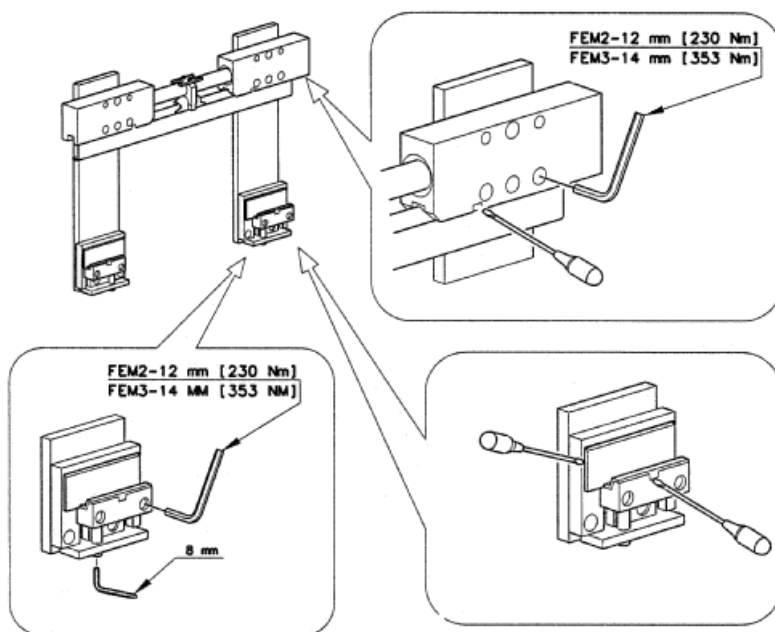

Fig.03
2.3 La pinza è consegnata appoggiata su pallet (vale a dire in posizione di aggancio); si deve portare il carrello a contatto con la pinza, a piastra tutta abbassata, avendo cura di centrare la pinza; sollevare lentamente la piastra del carrello e inserire il dente di ancoraggio (**Fig.03**) nella tacca centrale della piastra stessa. Se il pallet manca, occorre sollevare la pinza con cautela, tramite gru o paranco di portata adeguata (vedere cilindro (Fig.03) si inserisca nella tacca centrale della piastra porta forche del carrello.